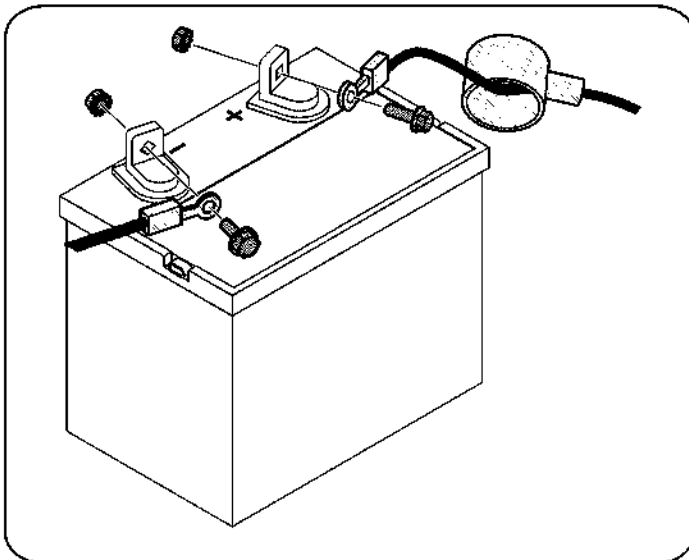

Figura 1
1. Quite la cubierta de plástico, si está presente, desde el terminal positivo de la batería y conectar el cable rojo al terminal positivo de la batería (+) con el pemo y tuerca hexagonal. Véase la figura 1.
2. Quite la cubierta de plástico, si está presente, desde el terminal negativo de la batería y conectar el cable negro al terminal negativo de la batería (-) con el perno y tuerca hexagonal. Véase la figura 1.